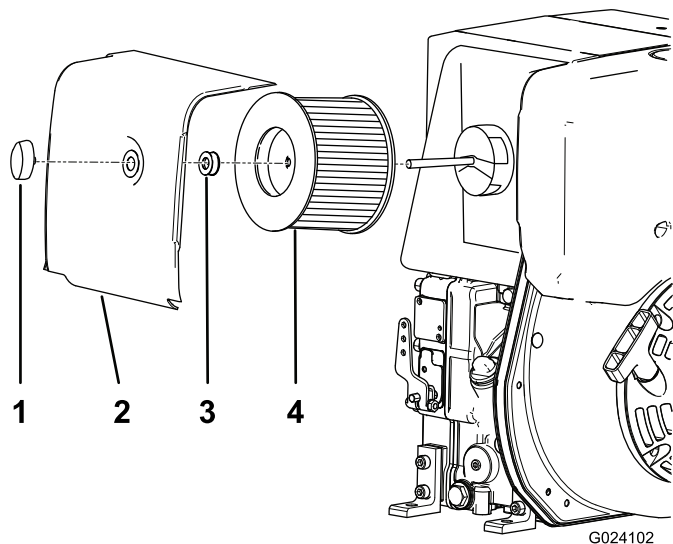

Figura 24
2. Desenrosque la tuerca de la tapa y retire la tapa (Figura 24).
3. Desenrosque la tuerca del filtro y retire el elemento (Figura 24).